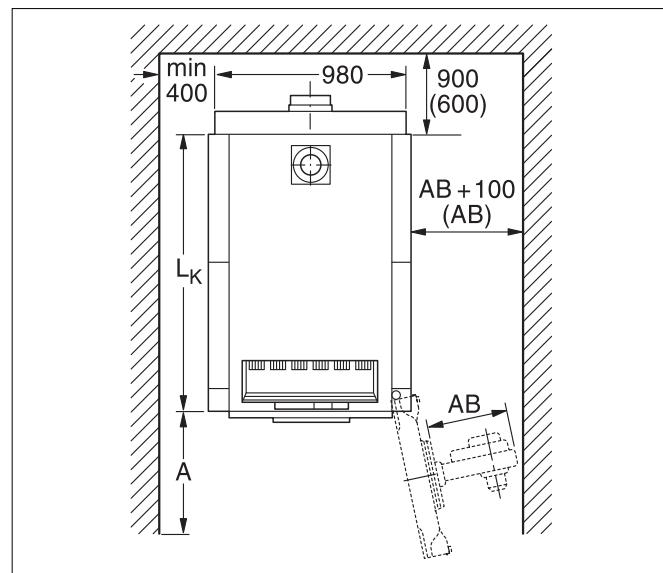

Рис. 6 Помещение для установки котла (размеры в мм)
При размере А (рис. 6) меньше рекомендуемого, невозможно проводить чистку котла при помощи предлагаемого комплекта щёток. Как вариант, мы предлагаем использовать устройство меньшего размера (длиной примерно 1 м) или производить влажную чистку.
- При сооружении фундамента учитывайте, в какую сторону открывается дверца с горелкой (левая-правая навеска двери, рис. 6, стр. 14).